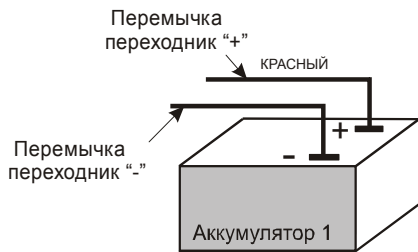
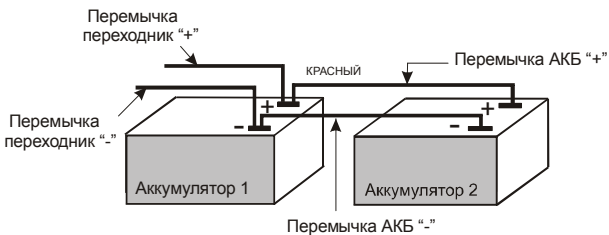

Рис.4 Подключение одного аккумулятора
Рис.5 Параллельное подключение двух аккумуляторов (с целью увеличения емкости батареи)
- При подключении одного аккумулятора собрать схему согласно рис.4 Приложения. При необходимости подключения двух аккумуляторов соединить перемычками АКБ для параллельного подключения аккумуляторы в батарею как показано на рис.5 Приложения;